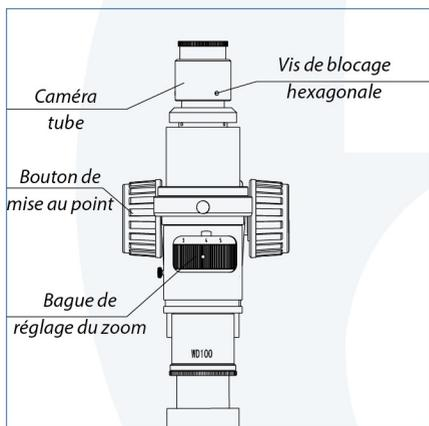

Fig. 5
1. Tournez la bague de réglage du zoom jusqu'au grossissement maximum (voir fig.5)